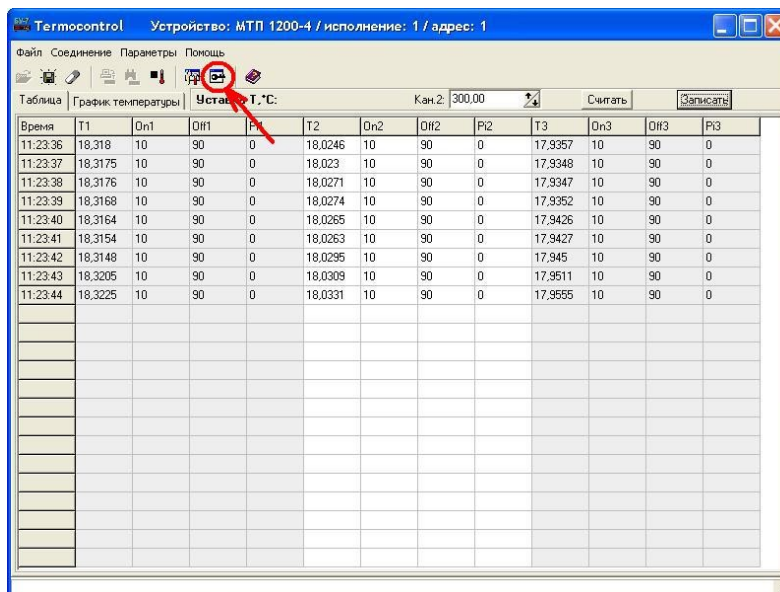

Рисунок 9 – Включение режима настройки печи МТП 1200-5
2.5.6.3.1 Для входа в режим настройки необходимо нажать кнопку «Открыть окно настроек устройства» (см. рисунок 9).